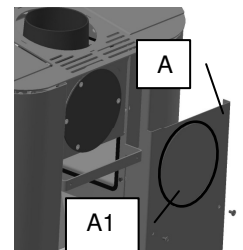

Fig. 2
Le poêle-cheminée à granulés est équipé en série d'un raccordement au conduit de fumées en partie supérieure. Si le raccordement du conduit de fumées doit être effectué au dos, il convient de soulever la paroi arrière de l'appareil (A) et de la retirer vers l'arrière. À l'aide d'un tournevis, casser le segment de tôle perforé (A1) sur la paroi arrière de l'appareil en pliant plusieurs fois (Fig. 2). Desserrer ensuite les quatre vis (ouverture de clé 3) du rond de fermeture au dos de l'appareil et enlever le rond de fermeture avec le joint d'étanchéité.